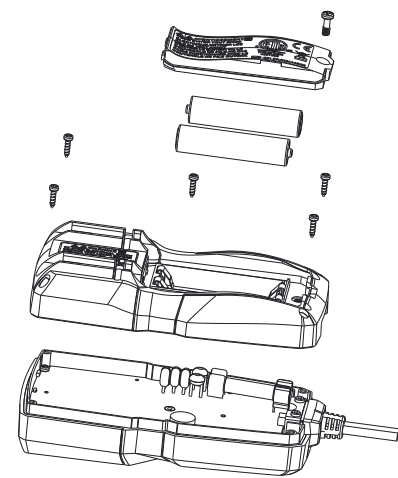

图13
- 3、将产品的5颗后盖螺丝旋开,取下后盖即更换保险丝。(如图13)